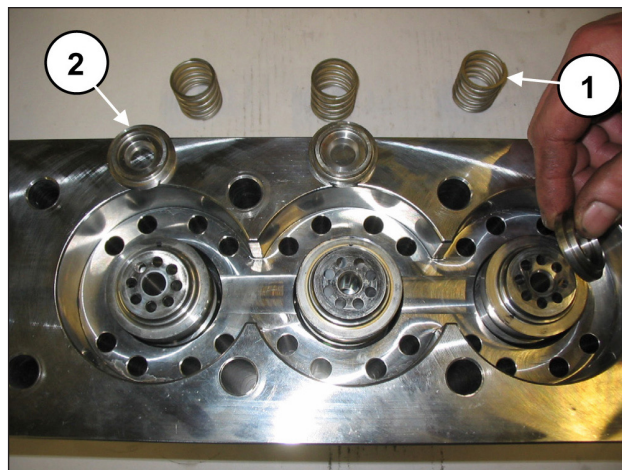

Fig. 101
**Durante lo smontaggio delle camicie fare attenzione a non disperdere molle valvola e le valvole piane (pos. ① e ②, Fig. 101) in quanto non essendo bloccate potrebbero cadere.**